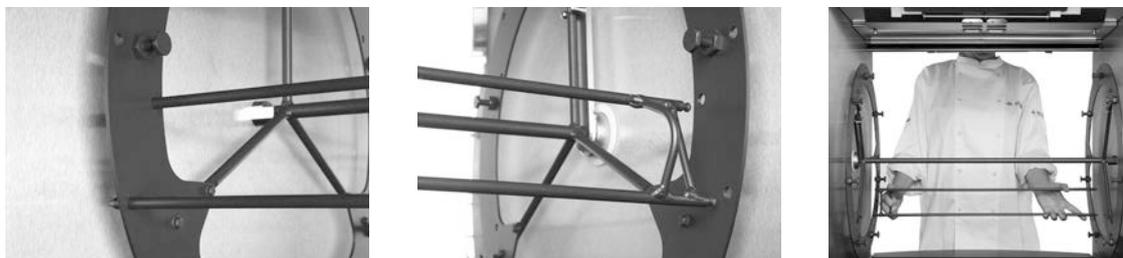

Abbildung 12
4. Fleischgabelspitzen durch die entsprechenden Löcher der Rotorscheiben schieben (siehe Abbildung 12).